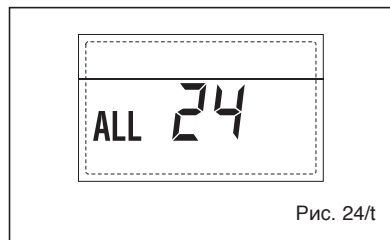

Рис. 24/т
– НЕПОЛАДКА ДАТЧИКА СОЛНЕЧНОГО ВОДОНАГРЕВАТЕЛЯ (S2) “ТРЕВ 25” (рис. 24/и)